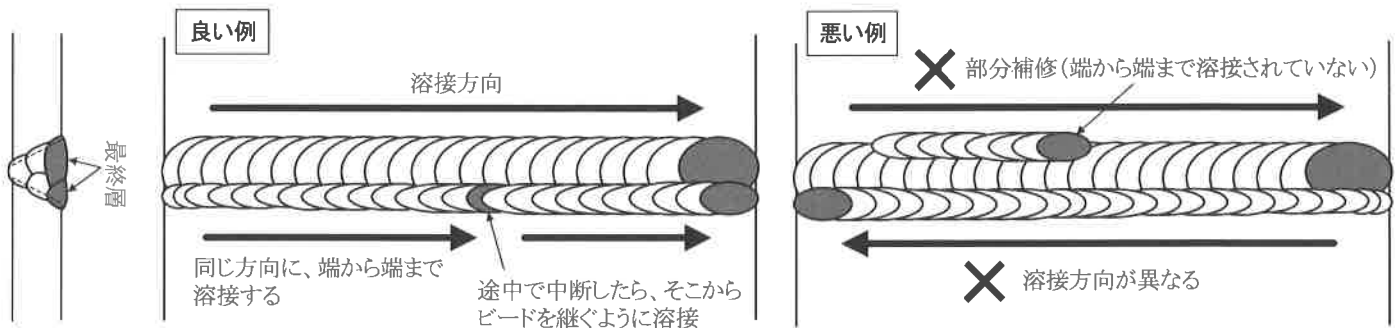

図5 最終層溶接の注意事項
5) 表面に現れる溶接ビード(最終層と呼びます)は、試験材のはし(端)からはし(端)まで同じ方向に溶接しなくてはなりません。また、途中で溶接を止めた場合、ビードを継ぐように中断位置から溶接を再開して下さい。(図5参照)